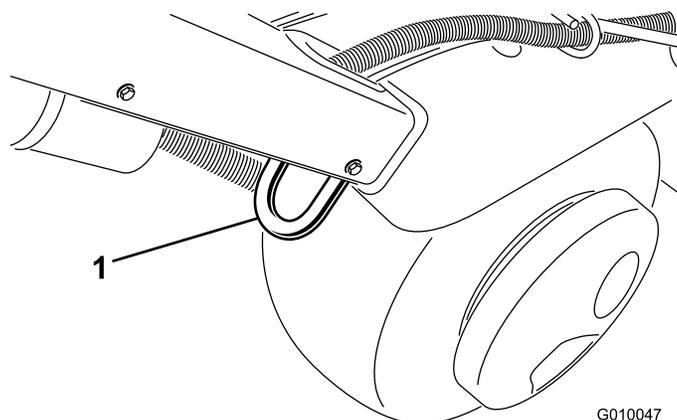
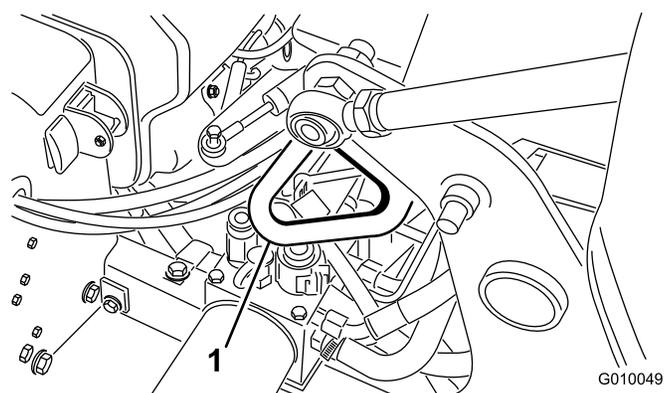

図 33
図 35
- 機体についているロープ掛けポイント（図 33～図 35）を使い、チェーンやロープなどでしっかりと固定する。